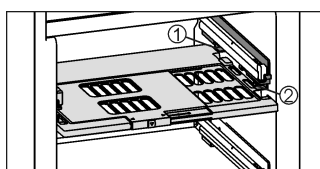

Fig. 13
- Introduire la plaque de régulation de l'humidité : insérer les travers du couvercle de la plaque par le bas dans le support arrière Fig. 13 (1) et encliqueter devant dans le support Fig. 13 (2).